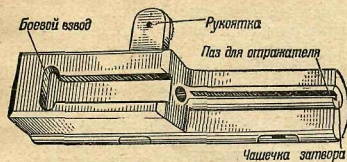

Рис. 9. Затвор
8. Затвор (рис. 9) служит для извлечения патрона из приёмника магазина, досылания его в патронник, закрывания канала ствола при выстреле, производства выстрела и извлечения